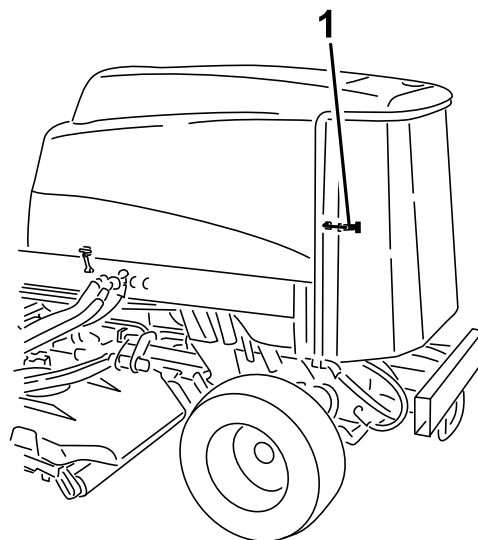

Bild 63
1. Entriegeln und schwenken Sie das hintere Gitter in die geöffnete Stellung (Bild 63).